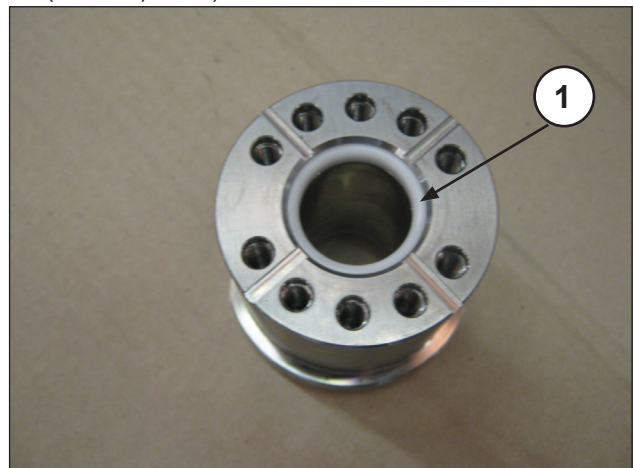

Abb. 131
- Setzen Sie die Dichtung in die Buchse ein (Abb. 131, Pos. ①).